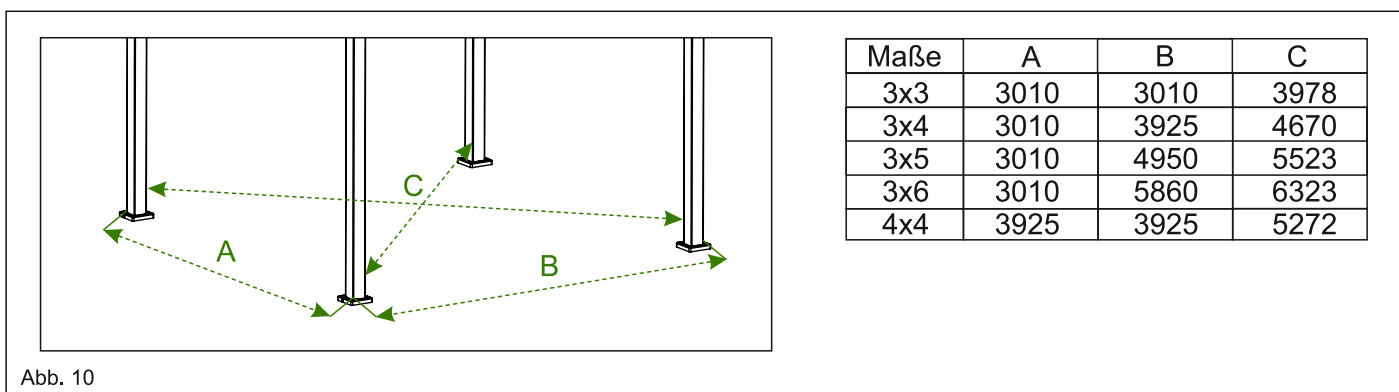

Abb. 10
4.4. Messen Sie den Abstand von dem Pfostenaußenrand bis Pfostenaußenrand (diagonal zwischen den Pfosten) und halten Sie diesen ein. Danach befestigen Sie die beiden anderen Pfosten an Ihren Fundamenten. Siehe Abb. 10, 11.